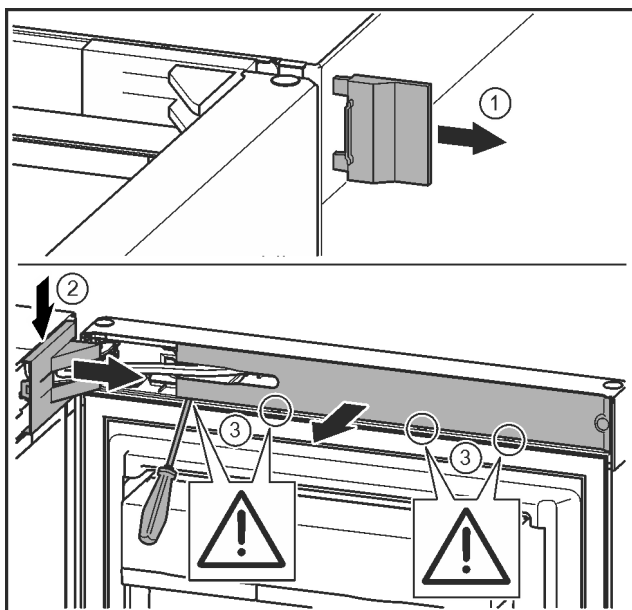

Fig. 9
- Sejměte vnější kryt. Fig. 9 (1)
- Odjistěte a uvolněte kryt stojanu ložiska. Sejměte kryt stojanu ložiska. Fig. 9 (2)
- Plochým šroubovákem odjistěte lištu a otočte ke straně. Fig. 9 (3)